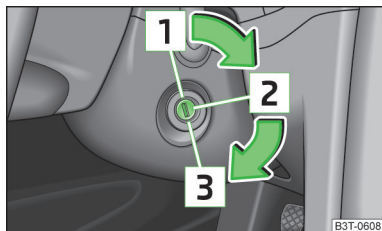

Fig. 134
- Avant le départ, le moteur étant arrêté, la clé de contact doit toujours se trouver en position **Z** » fig. 134 à la page 145 (contact mis). Cette position est indiquée par plusieurs voyants allumés dans le combiné d'instruments.
- Le démarreur ne doit être actionné que si le moteur est arrêté et que le véhicule est à l'arrêt. Si le démarreur est actionné quand le moteur est en marche **3** » fig. 134 à la page 145, le démarreur et le moteur risquent d'en subir des dommages.
**Moteurs à essence** » fig. 134
**Moteurs Diesel** » fig. 134
Si la **direction est bloquée** et que la clé ne tourne pas ou seulement difficilement dans la position **2** » fig. 134, faites tourner le volant dans un sens et l'autre : ceci déverrouille le verrouillage de la direction.
- Mettez le contact **2** » fig. 134 à la page 145.
Coupez le moteur en faisant passer la clé de contact en position  » fig. 134 à la page 145.